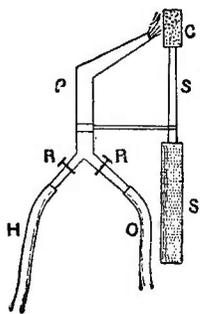

FIG. 29.
15. Usages. — L'hydrogène brûlant au contact de l'oxygène donne une température très élevée, que l'on emploie pour fondre le platine, pour souder le plomb à lui-même. Les deux gaz arrivent séparément par deux tubes différents constituant le chalumeau à gaz oxyhydrique (fig. 29). Si l'on dirige la flamme sur un bâton de chaux, celui-ci devient incandescent et fournit une lumière éblouissante (lumière oxyhydrique ou lumière Drummond), dont on se sert dans les projections lumineuses.